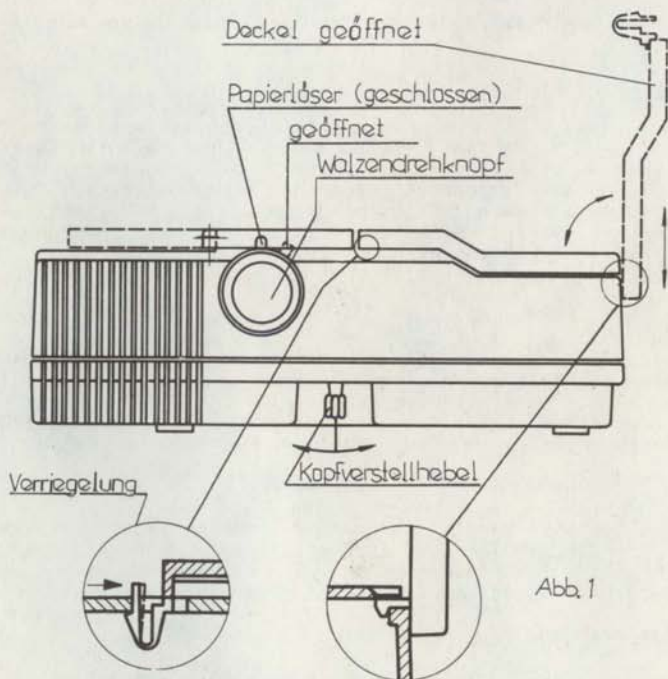

Abbildung 2: Abnahme des vorderen Deckels
- Die Abnahme des vorderen Deckels ist nach dem Öffnen der Schnappverbindungen in senkrechter Stellung möglich. Das Aufsetzen und Schließen erfolgt in umgekehrter Reihenfolge (Abb.2)